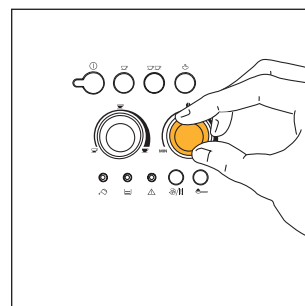

Fig.7
- 2) 2) Reguler bryteren til høyre (fig. 7) for å stille inn ønsket smak på kaffen. Jo mer du vrir med urviserne, desto flere kaffebønner vil maskinen kverne og desto sterkere blir kaffen. Ved første gangs bruk må du prøve deg fram ved å lage flere kopper kaffe for å finne ut riktig innstilling av bryteren. Pass på ikke å vri for mye med urviserne, siden dette kan føre til at utslippet av kaffen blir for sent (dråper), spesielt hvis man ønsker å lage to kopper kaffe.
MERKNAD 2: Hvis kaffen renner altfor fort ut og du ikke er fornøyd med skummet på kaffen, vri bryteren litt mot høyre (fig. 7) med urviseren. Gjør flere forsøk og lag mer enn én kaffe for å finne knottens ideelle posisjon. Pass på at bryteren ikke vrir for mye med urviseren, idet det er fare for at vannet renner altfor sakte ut av maskinen (i dråper), spesielt hvis du ønsker to kopper kaffe. Hvis du etter noen kopper kaffe ennå ikke har oppnådd tilfredsstillende kaffekrem, vri også bryteren for innstilling av kverning (fig. 17) et hakk mot urviserne (se avsnitt 6).